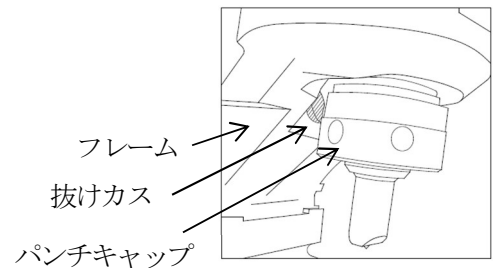

図 F-5
- ① レリーズバルブを開放してもパンチが戻らず、
- ② スイッチをONにしてもパンチが動かない場合は、パンチキャップとフレームの隙間に抜け落ちた材料の抜けカスが挟まっている場合があります。その場合は棒レンチでパンチキャップを緩めて外し、挟まった抜けカスを取り除いて下さい。(図 F-5)